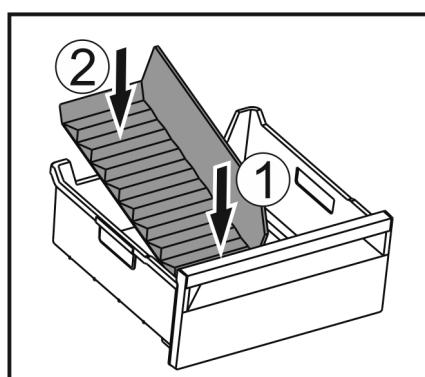

Fig. 75
- Установите переднюю часть разделителя отделения для льда. Fig. 75 (1)
- Опустите заднюю часть разделителя отделения для льда на дно выдвижного ящика. Fig. 75 (2)